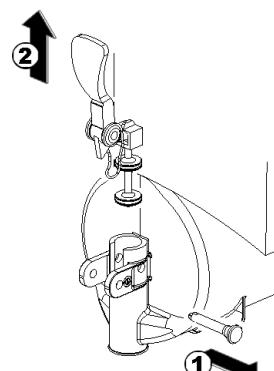

figura 11
**5** Desarmar el grifo respetando la secuencia indicada (ver figura 11).
- 3** Armar de nuevo el grifo sobre el contenedor siguiendo la secuencia inversa a la detallada para el desmontaje (ver figura 11).